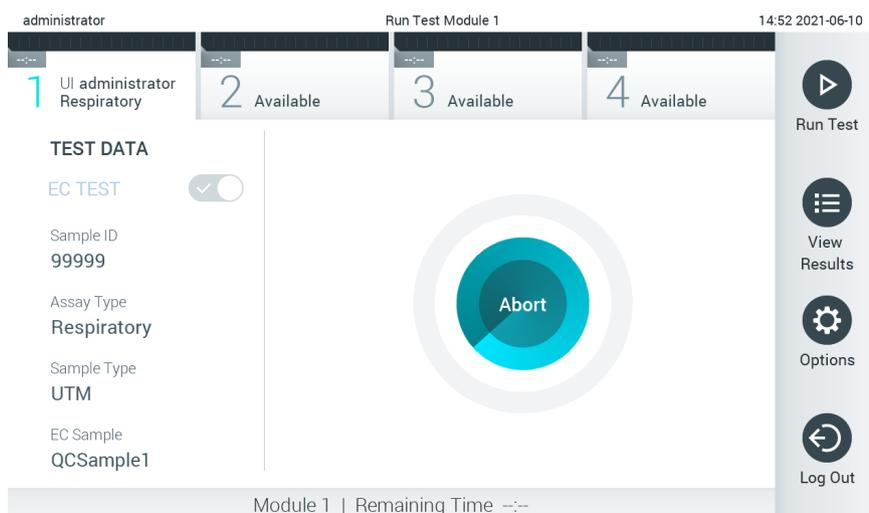

Figura 95. Pantalla de ejecución de la prueba y tiempo restante para finalizar la prueba.
10. Una vez que detecte el cartucho de ensayo QIAstat-Dx, el QIAstat-Dx Analyzer 1.0 cerrará automáticamente la tapa del puerto de entrada del cartucho y comenzará la realización de la prueba. El operador no tendrá que realizar ninguna otra acción. Mientras se está realizando la prueba, el tiempo restante de la serie se muestra en la pantalla táctil (figura 95).